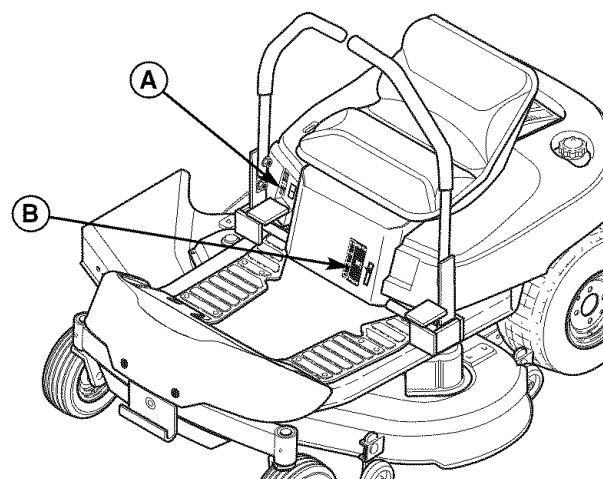

Figura 33. Ajuste de la altura de corte
Para aumentar la altura de corte de la segadora (elevar la cubierta de la segadora), oprima la parte superior del ajuste de altura de corte de la segadora (A, Figura 33). Para disminuir la altura de corte de la segadora (bajar la cubierta de la segadora), oprima la parte inferior del ajuste. El rango de la altura de corte de la segadora es 3-3/4" a 1-1/2". El indicador de altura de corte indica la posición de la cubierta de la segadora. El indicador de altura de corte (B) se encuentra en la parte frontal del montable, justo detrás de la pierna izquierda del conductor.